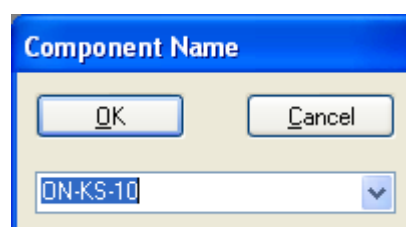

Рисунок 3.47 - Запись созданного библиотечного компонента в библиотеку
- Выполнить команды **Component/Save** и, нажав на кнопку **OK**, записать созданный библиотечный элемент в библиотеку под именем **ОН-КС-10** (рис. 3.47).